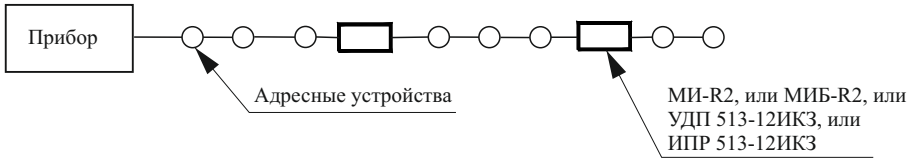

Рисунок 2
- разрывать радиальную АЛС (рисунок 2) в месте установки извещателя, ближайшего к точке КЗ. Это локализует сегмент АЛС после извещателя и оставляет работоспособным сегмент АЛС между прибором и сработавшим изолятором в извещателе;